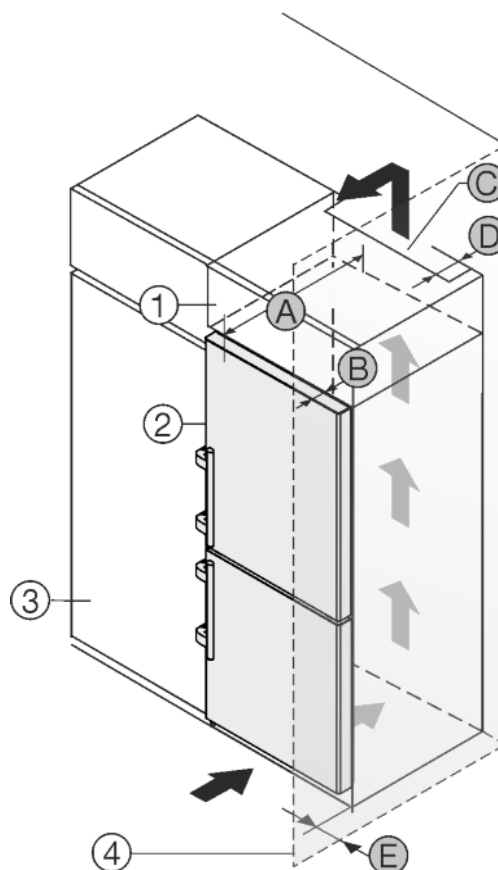

Fig. 13
Okoli naprave lahko vgradite kuhinjske omare. Za poravnavo naprave *Fig. 13 (2)* s kuhinjskimi elementi lahko nad napravo postavite ustrezno nadgradno omarico *Fig. 13 (1)*.
Napravo lahko postavite neposredno zraven kuhinjske omare *Fig. 13 (3)*. Da vrata lahko odpirate, mora naprava štrleti ven vsaj za globino *Fig. 13 (B)* glede na fronto kuhinjske omare. Odvisno od globine kuhinjskih omar in uporabe stenskih distančnikov lahko naprava štrli bolj ven.
- Na zadnji strani nadgradne omare mora biti zaradi prezračevanja in odzračevanja po vsej širini nadgradne omare prezračevalni jašek globine *Fig. 13 (D)*.
- Pod stropom je treba upoštevati presek prezračevanja *Fig. 13 (C)*.
Če napravo s tečaji postavite poleg stene *Fig. 13 (4)* morate upoštevati razdaljo *Fig. 13 (E)* med napravo in steno. To ustreza velikosti ročaja pri odprtih vratih.